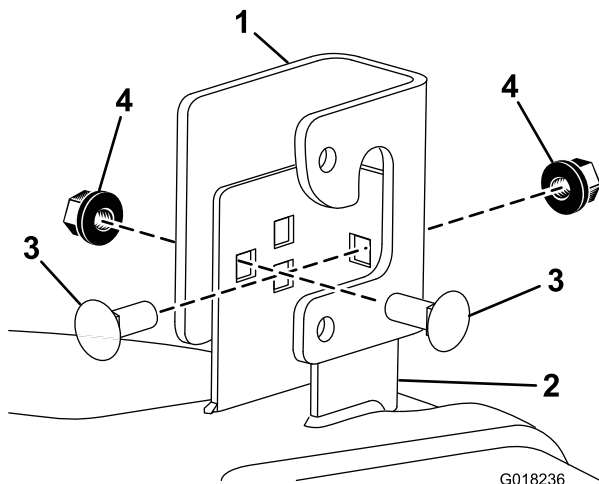
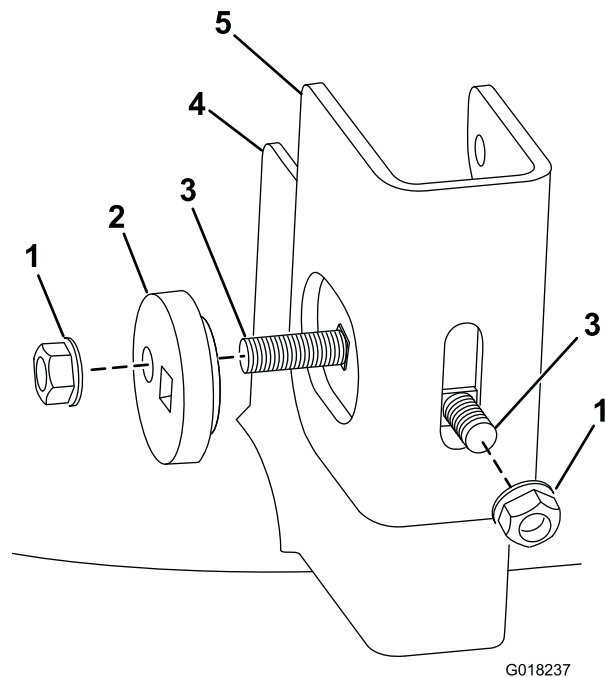

Bild 3
Bild 4
5. Befestigen Sie die neuen Hängeprofile an den Mähwerkhalterungen, wie in Bild 3 und Bild 4 dargestellt.